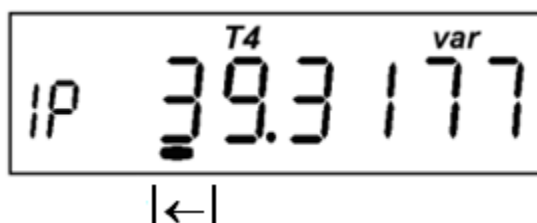

Рисунок 4.13
- прогнозируемая фактическая величина отпущенной реактивной мощности (отображается мнемоникой " $var$ " и маркером " $| \leftarrow$ ")\* (рисунок 4.13):